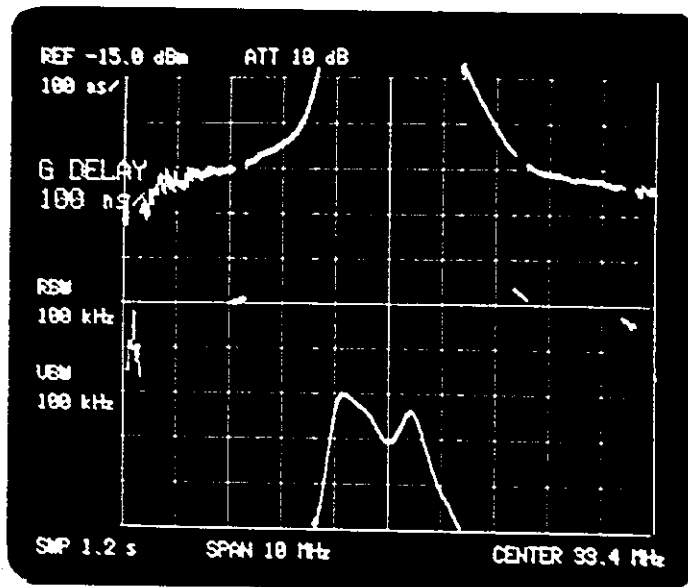

図 7-7 グループ・ディレイの観測
- ⑨ **GROUP DELAY**スイッチを押しますと、フィルタのグループ・ディレイが観測できます。(図 7-7)